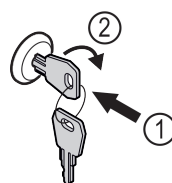

Fig. 171 Voorbeeld
- Sleutel erin duwen Fig. 171 (1).
- Sleutel 90° rechtsom draaien Fig. 171 (2).